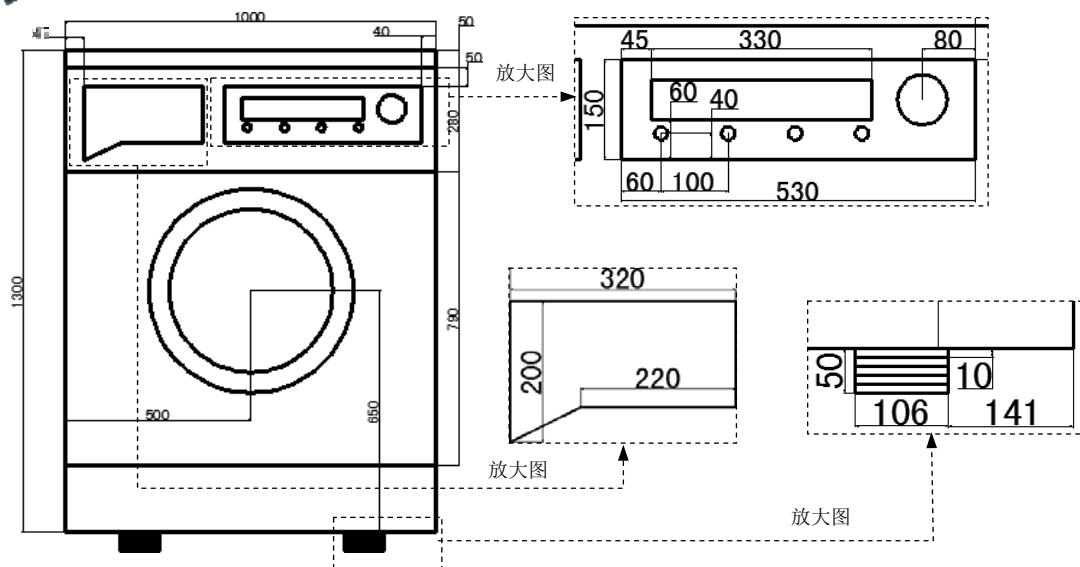

图 17.6.25 创建线性标注
Step3. 用 **标注(N)** → **线性(L)** 命令创建线性标注，完成后的图形如图 17.6.25 所示。